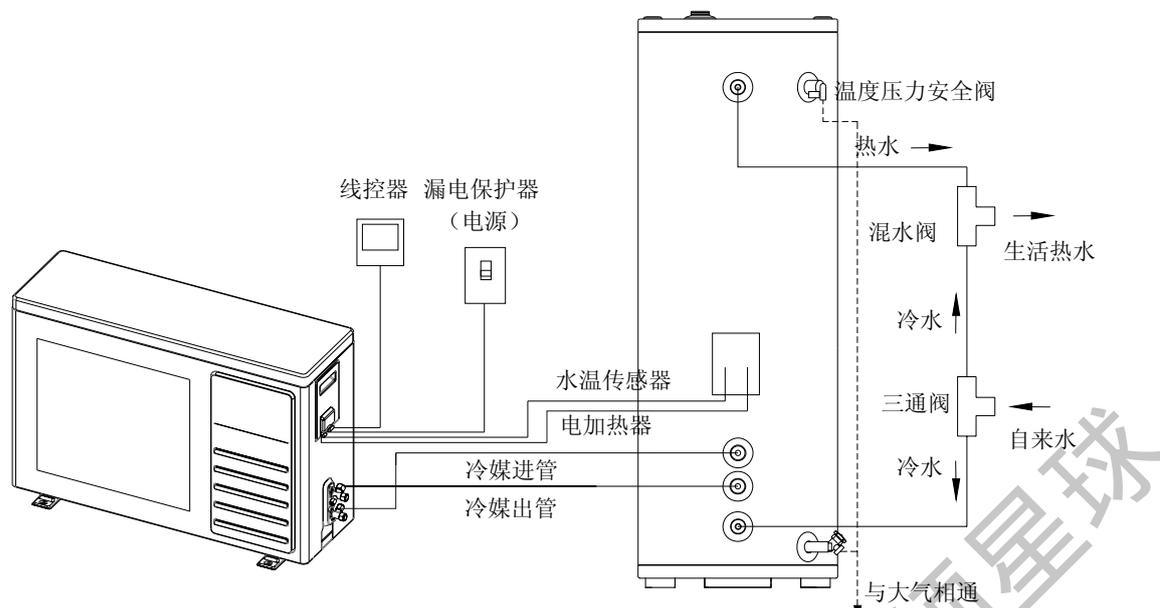

图12 水管路和冷媒管路连接简图
- 1) 在热水器水箱进水口处和出水口处按照图12指示安装进水管和出水管。进水管处必须安装附件中的单向安全阀（**注意：**箭头应指向水箱，若无止回功能，需另加装止回阀）。如果进水管的水压接近或超过安全阀的泄压值（0.7Mpa）时，请在远离热水器的进水管道上安装一个减压阀。
- 2) 温度压力安全阀按照图12指示正确安装，并保证泄压方向按箭头指示方向向下，确保水箱内水压达到泄压值（0.7Mpa）时能够正常动作。在管道接口处要使用生料带或密封圈，防止漏水，同时安全阀不能旋的过紧，以防损坏。
- 4) 用上述的方法，把配管安装到室外机上。管路连接如图12所示。